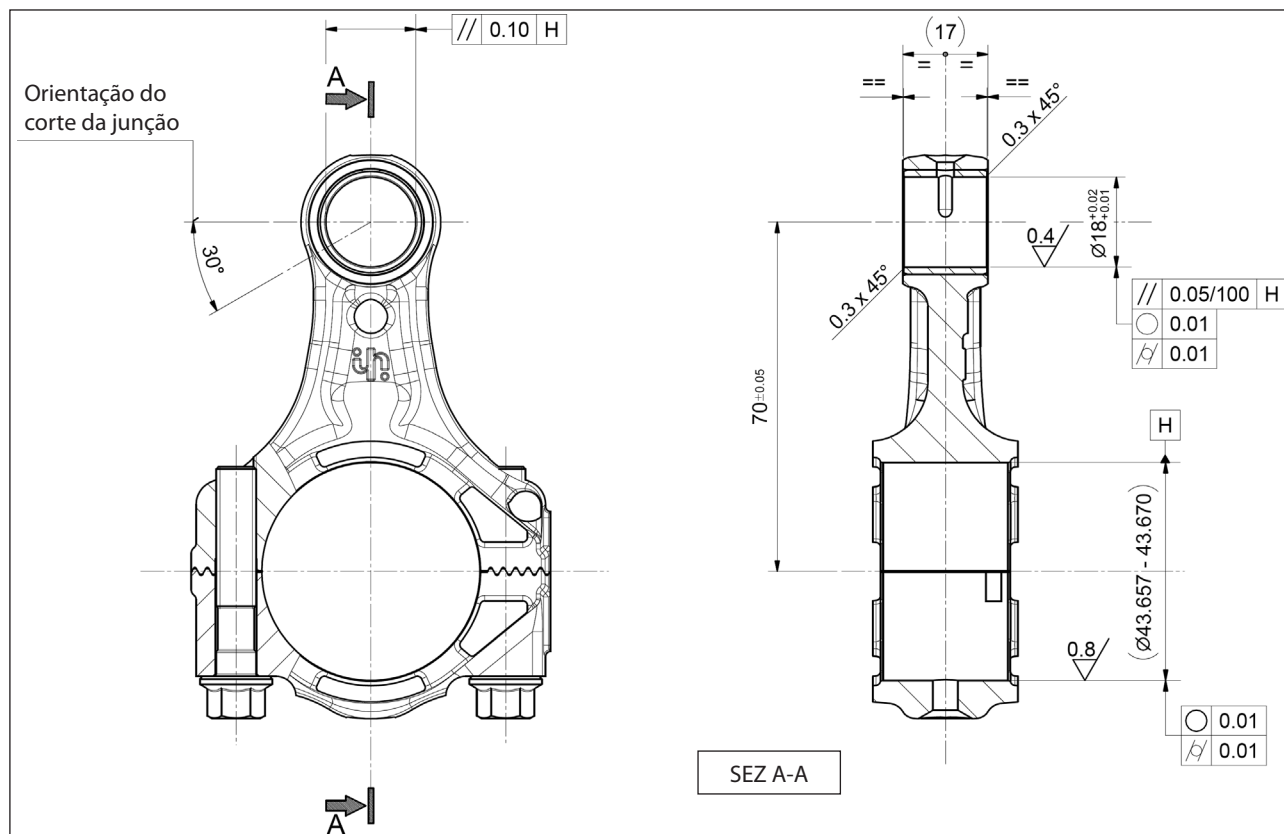

Fig. 32
\*\* Os parafusos de fixação do cabeçote pos. de explosão 55 devem ser apertados com chave dinamométrica, respeitando a ordem relacionada no esquema da Fig. 32.
- o corte de junção é orientado, conforme indicado na (Fig. 32).
Execute sucessivamente os trabalhos mecânicos, respeitando rigorosamente as dimensões e tolerâncias relacionadas na (Fig. 32).